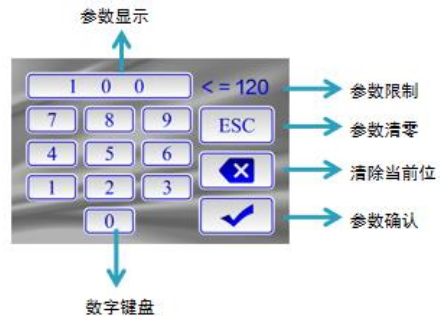

图3.数值设置页面
- 电压V、电流A、功率W设置：** 分别点击进入数值设置页面 (图3)。